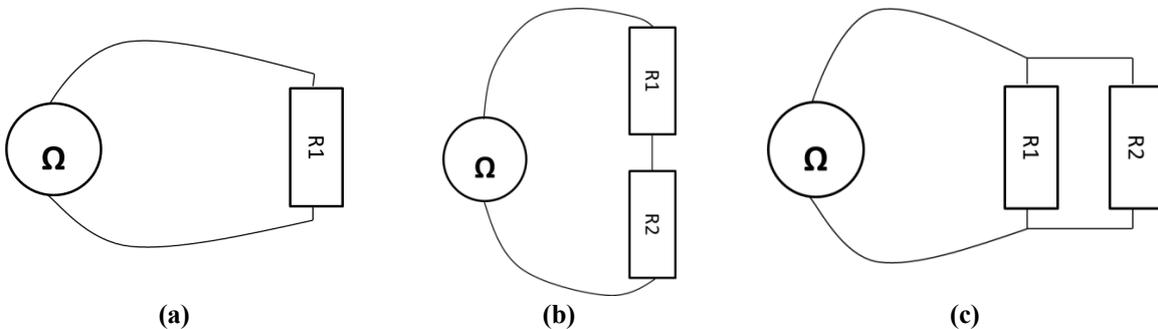

Figure 4 : Montage de mesure directe d'une ou deux résistances.
- 2.1. Mesurer la résistance R_1 en branchant directement le multimètre comme le montre la figure 4.a.
- 2.3. Brancher les résistances de la même façon que le schéma de la figure 4.b :
- 2.4. Brancher les résistances comme la figure 4.c :